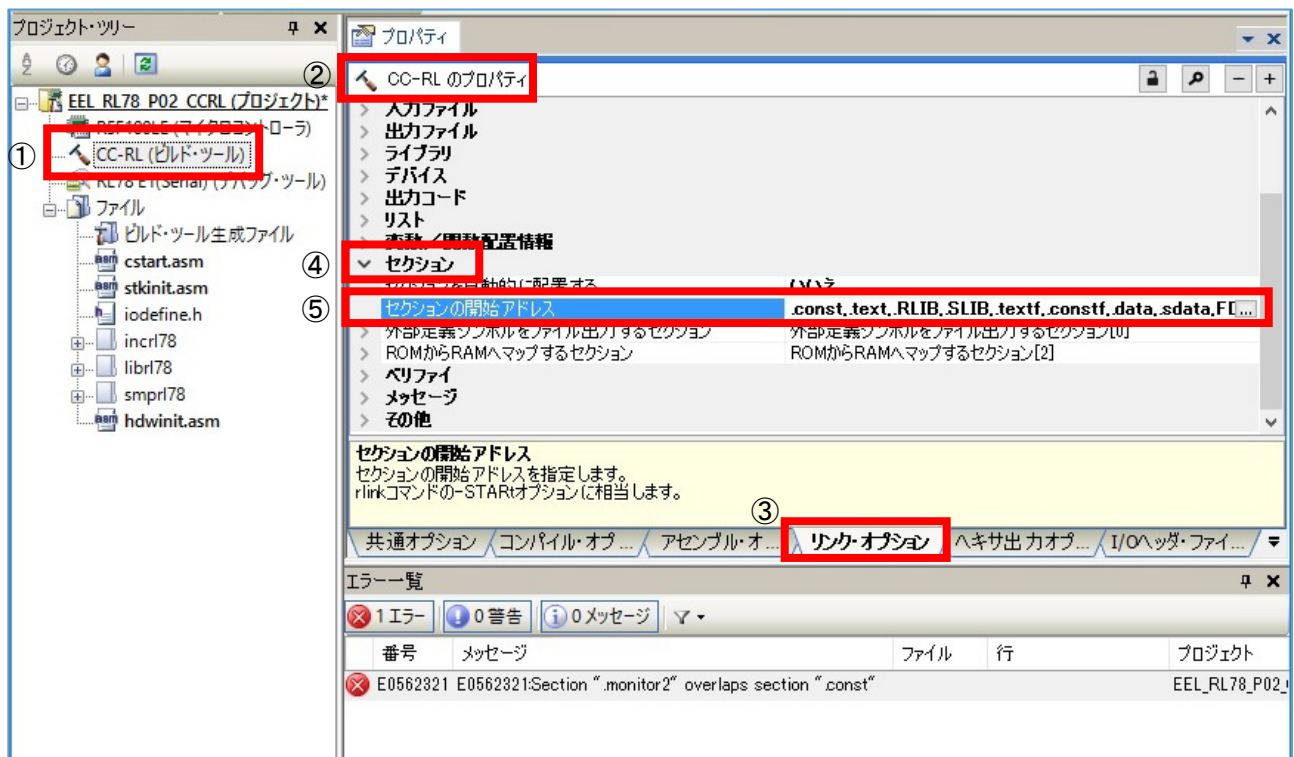

図 6-21 セクション配置の変更
このエラーは、オンチップ・デバッグ機能で使用するモニター領域(OCDROM)用のセクション配置ができないために発生しています。エラーを回避するためには、CS+の[プロジェクト・ツリー]から①[CC-RL(ビルド・ツール)]を選択、右クリックで表示されるプロパティを選択し、表示された②"CC-RLのプロパティ"の③"リンク・オプション"タブを選択します。④"セクション"項目内の⑤"セクションの開始アドレス"で、オンチップ・デバッグモニター用のセクション配置領域(monitor2 : R5F100LE では、初期アドレス 0xFE00-0xFFFF)に、他のセクションが重複しないよう配置を修正してください(図 6-21)。